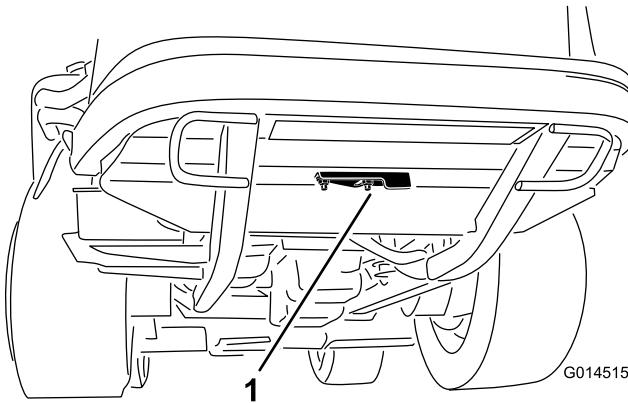

Figura 43
2. Allentate il dado flangiato che fissa il coperchio dell'accesso per la pulizia sotto il telaio posteriore (Figura 43). Ruotate il coperchio di lato per aprire accesso per la pulizia nel telaio.